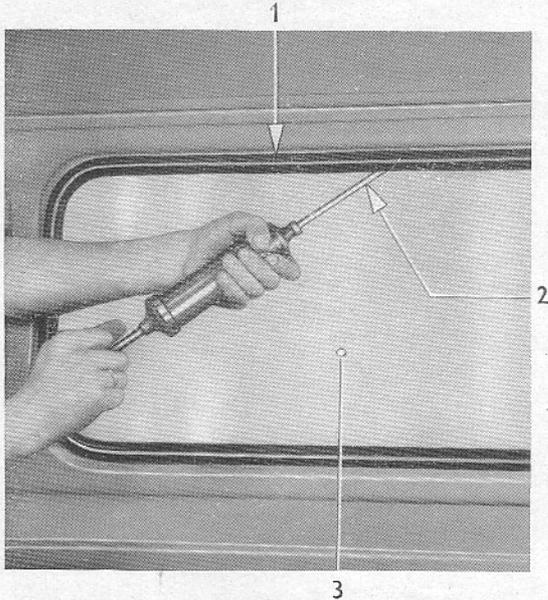
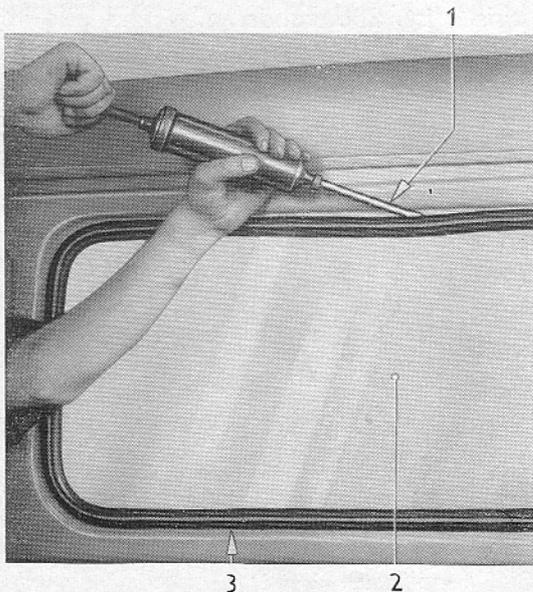

Bild 26 – Zwischen Gummifassung und Rückwandscheibe von Außenseite ringsum Fensterdichtungsmasse L 000 779/0 ausgießen
Bild 27 – Zwischen Gummifassung und Karosserie von Außenseite ringsum Fensterdichtungsmasse L 000 779/0 ausgießen
7. Das Abdichten der Rückwandscheibe erfolgt durch Ausgießen (Druckspritze) mit Fensterdichtungsmasse L 000 779/0 **nur von der Karosserie-Außenseite** zwischen Gummifassung und Rückwandscheibe (Bild 26) sowie zwischen Gummifassung und Karosserie (Bild 27).